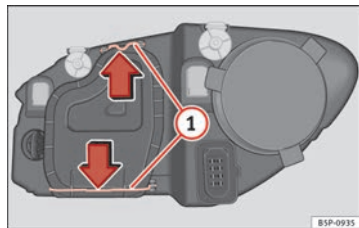

Abb. 184 Abblendlicht
- Verschieben Sie die Streben ⇒ Abb. 184 ① in Pfeilrichtung und nehmen Sie den Deckel ab.